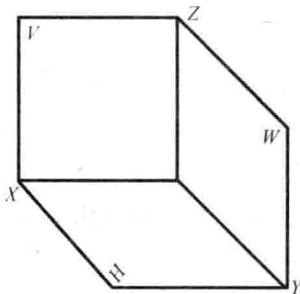

图 1.7
(1) 模型制作法、小组合作法：以组（4 人一组）为单位，用纸板自制可展开的三面投影体系，见图 1.7。